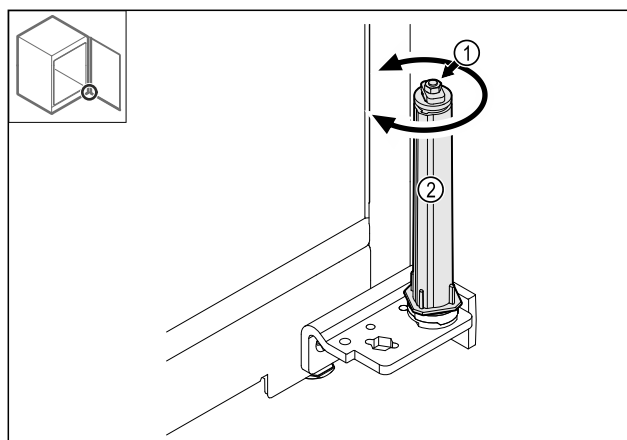

Fig. 41
- Nerozebírejte šroubové spojení Fig. 41 (1) uzavíracího systému.
- Otáčejte uzavíracím systémem Fig. 41 (2), dokud nezacvakne.